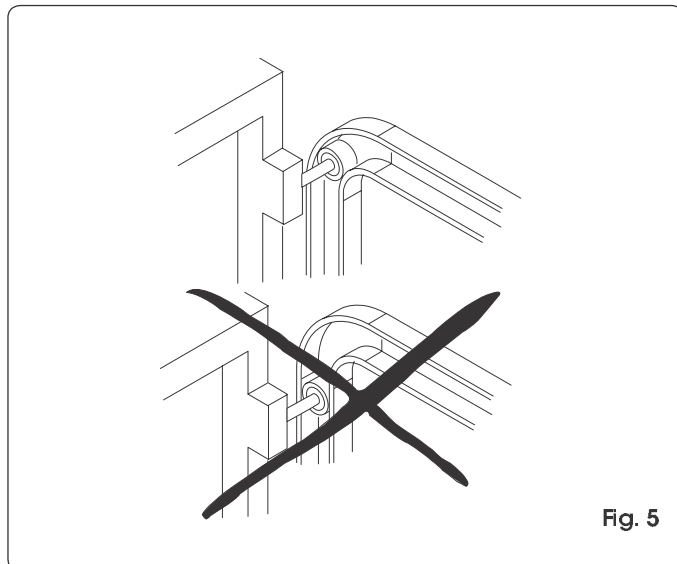

Fig. 5
- Vérifier que le rouleau de guidage supérieur de la porte sectionnale se trouve dans la partie horizontale du rail lorsque la porte est fermée (fig. 5).